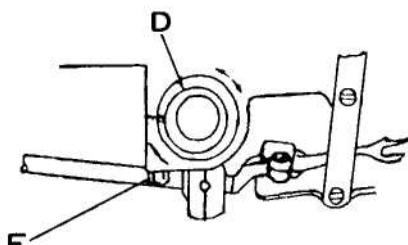

Рис. 21
1. Ослабьте установочный болт «E», переместите опорную муфту эксцентрика «D» вправо и влево, затяните установочный болт «E» (рис. 21).
1. Ослабьте установочный винт «E» (рис. 21) и поверните опорную муфту эксцентрика «D» так, когда нитевой крючок находится в правом конце своей траектории в соответствии с описанными выше требованиями.